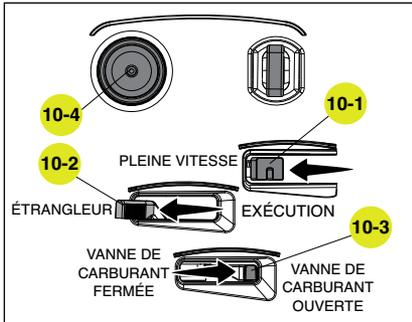

Figure 10
2. Démarrer un moteur froid : (fig.10).